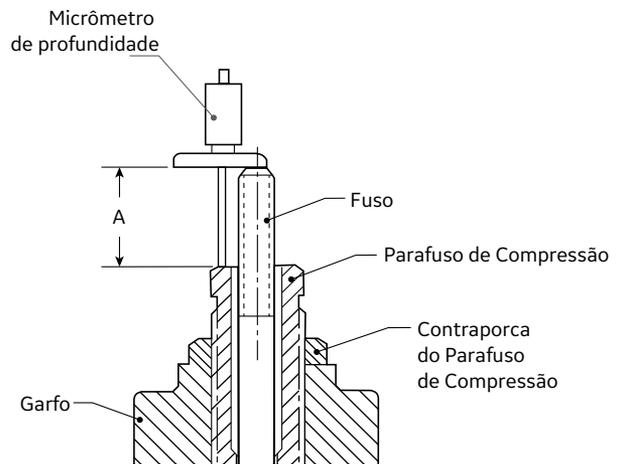

Figura 31: Conjunto Garfo-Fuso
19. Consulte a Figura 31 e estabeleça a Dimensão A.